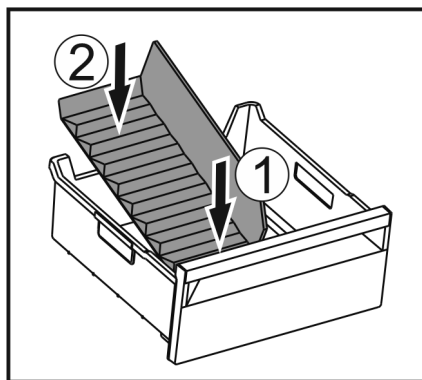

Fig. 214
- Futni brenda pjesën e përparme të ndarësit të sirtarit të akullit. Fig. 214 (1)
- Ulni poshtë pjesën e pasme të ndarësit të sirtarit të akullit deri në bazamentin e sirtarit. Fig. 214 (2)